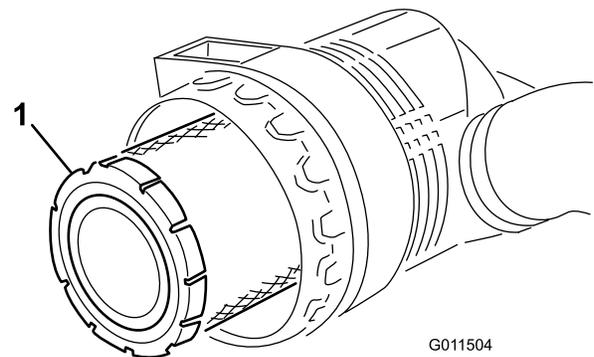
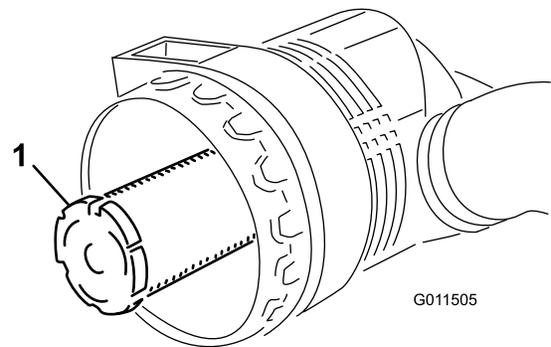

Figure 50
Figure 51
3. Enlevez l'élément principal (Figure 50). Il est déconseillé de nettoyer les éléments usagés car cela risque d'endommager le matériau du filtre. Vérifiez que le filtre de rechange n'a pas été endommagé pendant le transport. Vérifiez l'extrémité d'étanchéité du filtre et du corps. N'utilisez pas l'élément s'il est endommagé. N'enlevez **pas** l'élément de sécurité (Figure 51).
**Important:** N'essayez jamais de nettoyer l'élément de sécurité (Figure 51). Remplacez-le une fois sur trois, quand vous effectuez l'entretien de l'élément principal.
4. Remplacez l'élément principal (Figure 50).